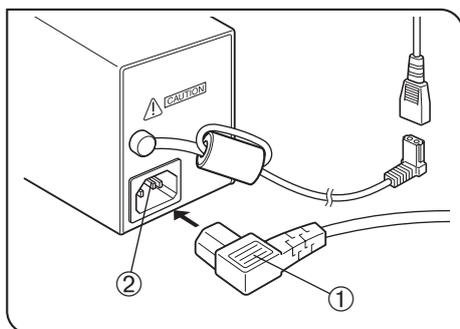

Рис. 54
### Пользование блоком питания TL4 (рис. 54)
1. Прочно вставьте соединитель ① шнура питания в входное гнездо ② блока TL4 (рис. 54).